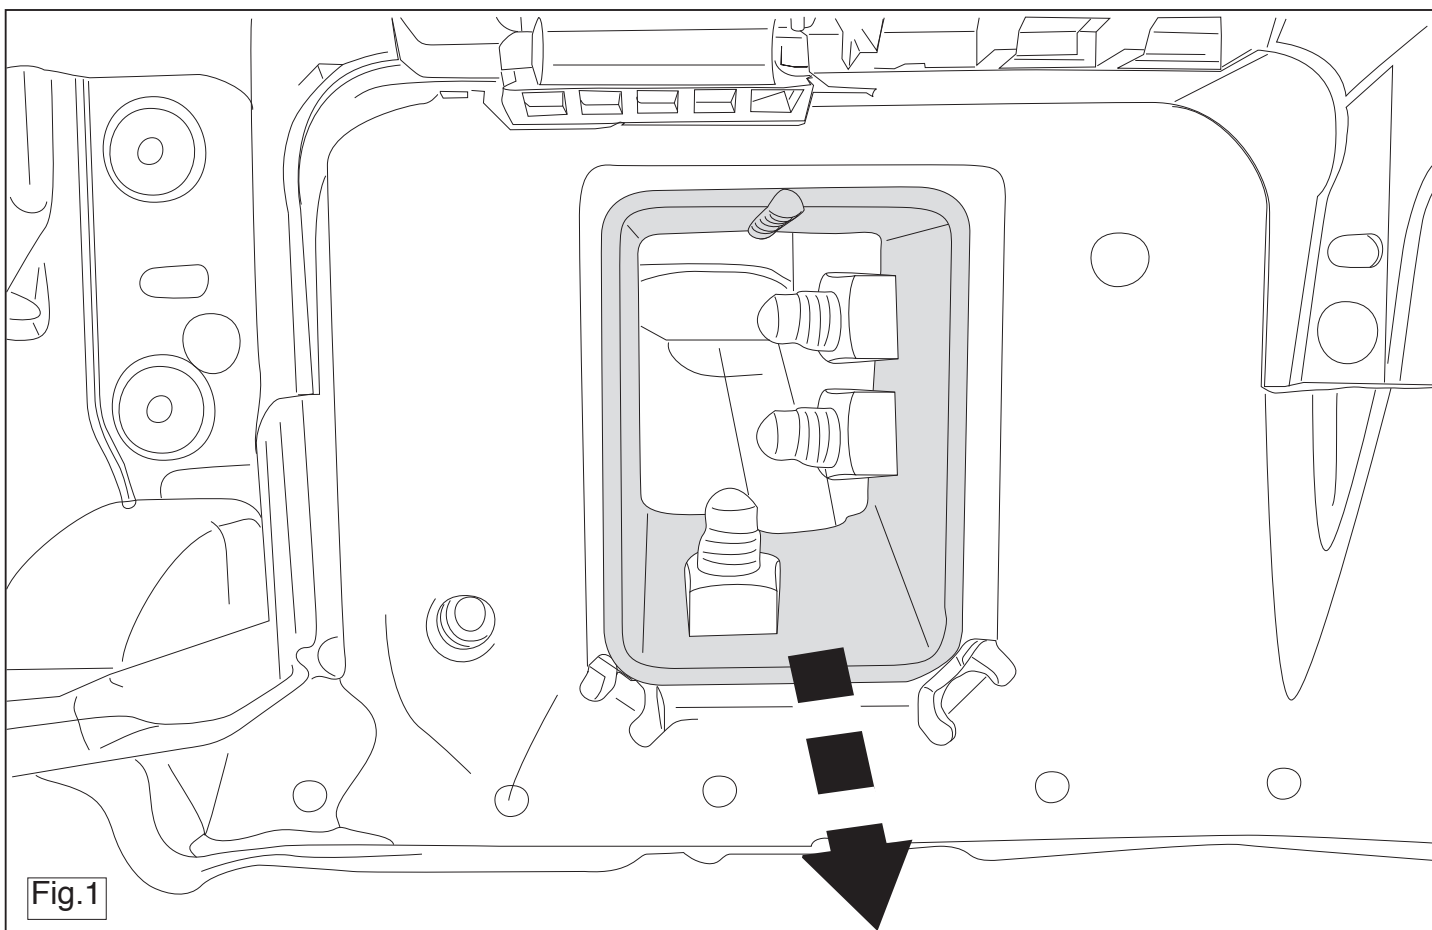

Fig.1
6. Das Verstärkungsrohr aus dem Fahrgestellträger abmontieren. (Abbildung 1)
6. Démontez le tube de renfort des poutres du châssis. (figure 1)
6. Удалить арматурную трубу из балок шасси. (на рис. 1)
6. Demonter forstærkningsrøret fra chassisvangerne. (fig. 1)